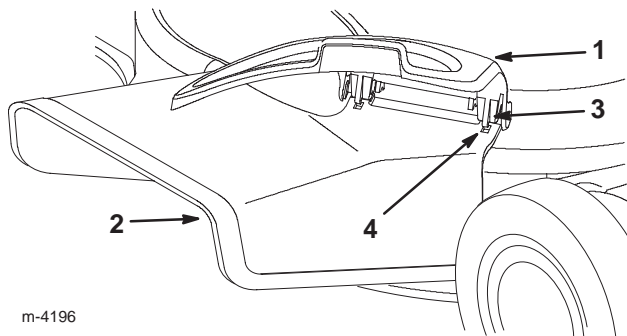

Abbildung 38
6. Den Auswurfkanal so über die Öffnung schieben, daß die Schlitzte im Kanal auf die Zungen unter der Abdeckung ausgerichtet sind (Abb. 38).
3. Die Abdeckung der Seitenöffnung öffnen und die Seitenauswurfvorrichtung entfernen (Abb. 38).